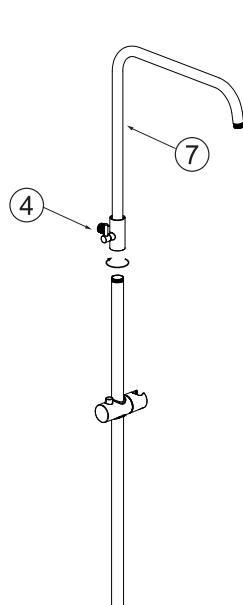

Figura 4
- b) Conecte el tubo del brazo superior al raiél elevador (Figura 4).